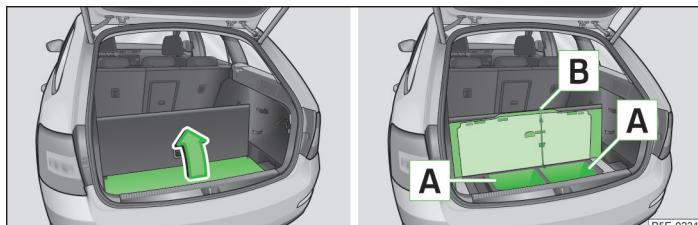

Fig. 93 Levantar la moqueta / compartimentos guardaobjetos debajo de la moqueta
- Levante la moqueta en el sentido de la flecha » fig. 93.